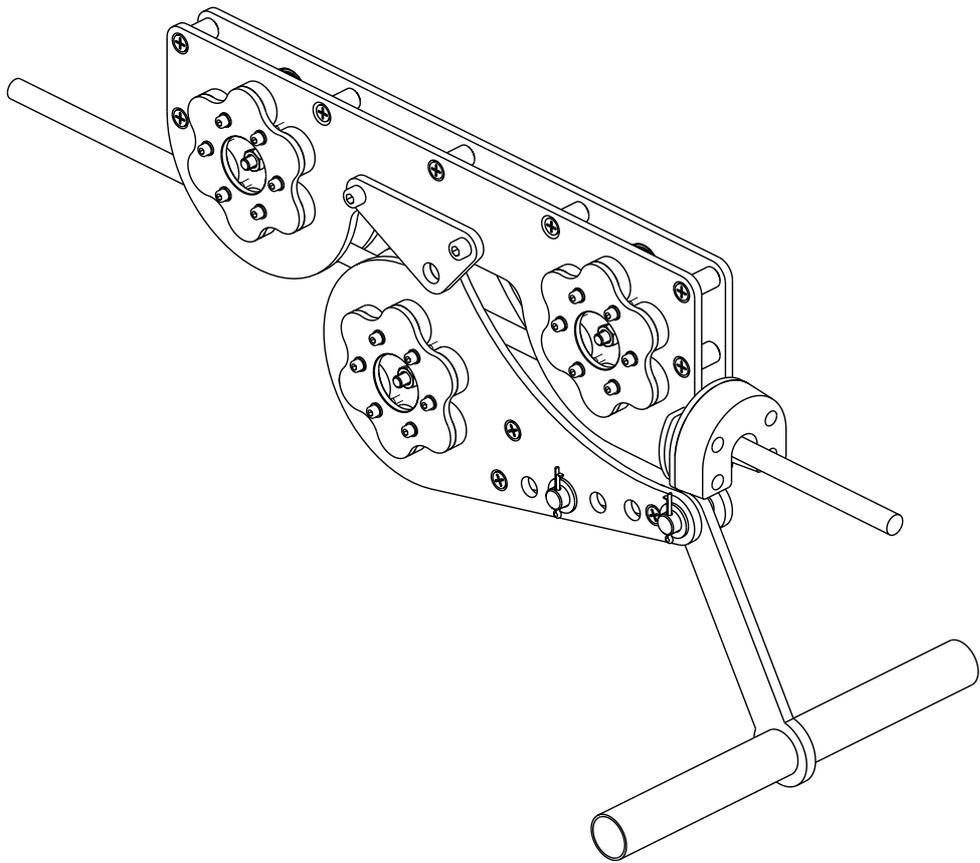

Рис. 7: Установить прижимной блок.
2. Установить прижимной блок - рис. 7;